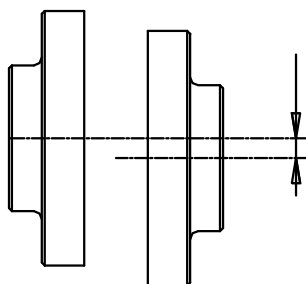

Fig 3b
- Ne soient pas décalés radialement l'un par rapport à l'autre (voir fig.3B § 7 - Démontage des accouplements page 4).